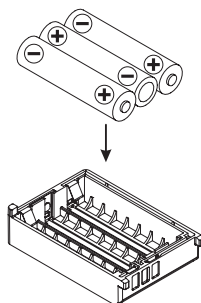

FIGURA 1
- ☐ Coloque las tres baterías alcalinas tamaño AAA en la caja de baterías **FBA-44** con el lado negativo (-) de las baterías tocando las conexiones con muelle en el interior de la caja de baterías **FBA-44** (Figura 1).